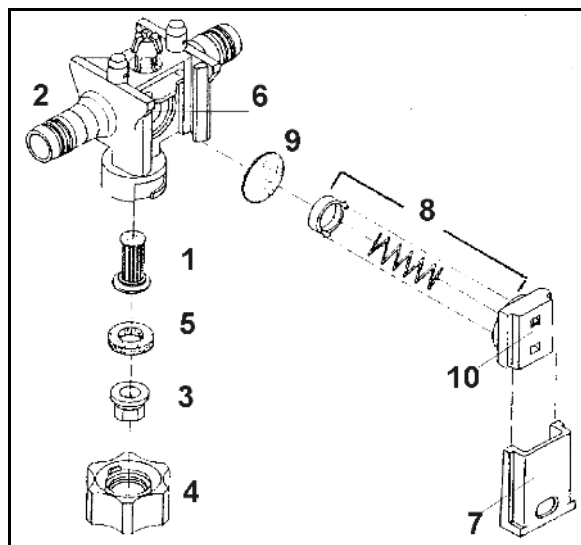

Fig. 154
Kontrollieren Sie von Zeit zu Zeit den Sitz des Schiebers (Fig. 154/7).
- Hierzu den Schieber so weit in den Düsenkörper (Fig. 154/2) einschieben, wie dies mit mäßiger Daumenkraft möglich ist.
1. Den Düsenfilter (Fig. 154/1) von unten in den Düsenkörper (Fig. 154/2) einsetzen.
2. Die Düse (Fig. 154/3) in die Bajonettmutter (Fig. 154/4) einlegen
3. Gummidichtung (Fig. 154/5) oberhalb der Düse einlegen.
Ablagerungen am Membransitz (Fig. 154/6) sind die Ursache für ein **nicht** nachtropffreies Abschalten der Düsen bei abgeschaltetem Gestänge. Dann die entsprechenden Membrane wie folgt reinigen:
1. Den Schieber (Fig. 154/7) aus dem Düsenkörper (Fig. 154/2) in Richtung Bajonettmutter herausziehen.
2. Das Federelement (Fig. 154/8) und die Membrane (Fig. 154/9) herausnehmen.
3. Den Membransitz (Fig. 154/6) reinigen.
Auf die richtige Einbaurichtung des Federelementes achten. Die rechts und links abgesetzten, ansteigenden Kanten am Gehäuse des Federelementes (Fig. 154/10) müssen beim Einbau in Richtung Gestängeprofil ansteigen.